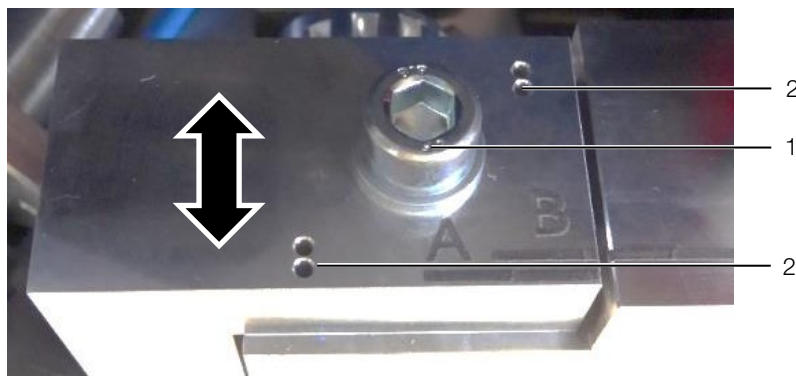

Fig. 12 : réglage de la cale d'ouverture (réglé : B)
- Desserrer la vis de blocage (fig. 12, pos. 1) jusqu'à ce que la plaque de réglage puisse être levée un peu au-dessus des pilotes.
- Placer la plaque de réglage dans la position souhaitée. Une paire de pilotes doit alors s'engager dans les ouvertures correspondantes (fig. 12, pos. 2).
- Resserrer à nouveau la vis de blocage (fig. 12, pos. 1).